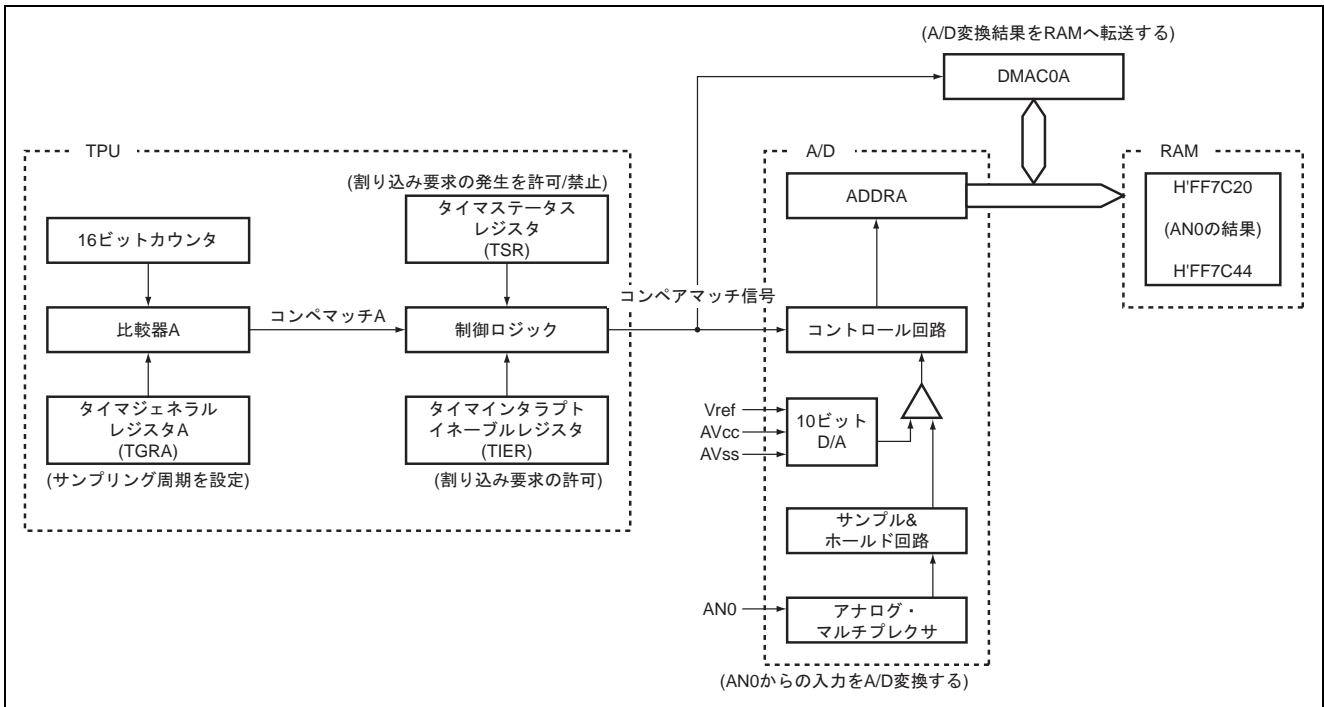

図 2 タイマトリガによる A/D 変換ブロック図
(1) 図 2 に本タスク例で使用する DMAC, A/D, TPU のブロック図を示します。